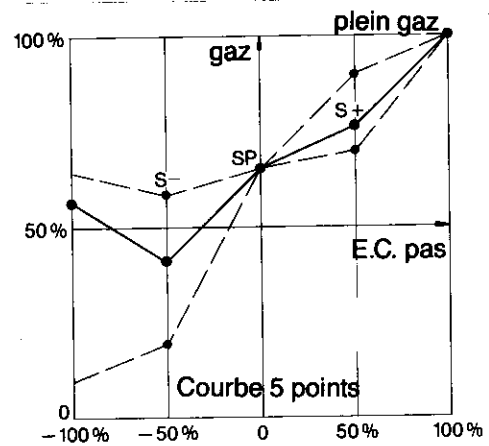

Figure 38
- ou la courbe à 5 points, figure 38